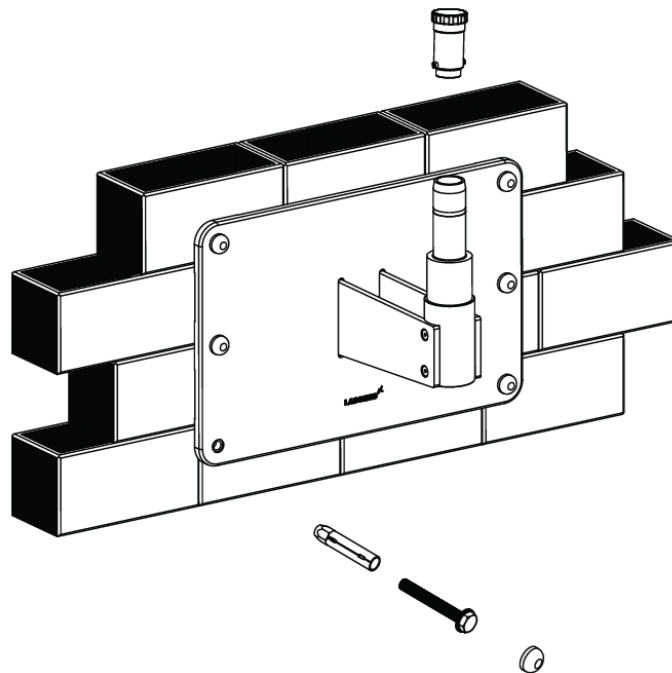

Figura 22
3. Montare il braccio sull'albero di montaggio a parete facendo riferimento alla figura 22 e reinstallare il tappo filettato in posizione.